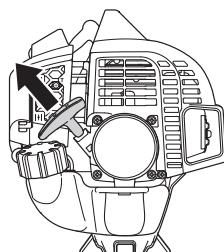

Fig. 11
(4) Tirez vivement sur la corde du lanceur en accompagnant son retour, sans relâcher brusquement la poignée. (Fig. 11)
- (6) Puis tirez à nouveau d'un coup sec sur le démarreur à lanceur. (Fig. 11)